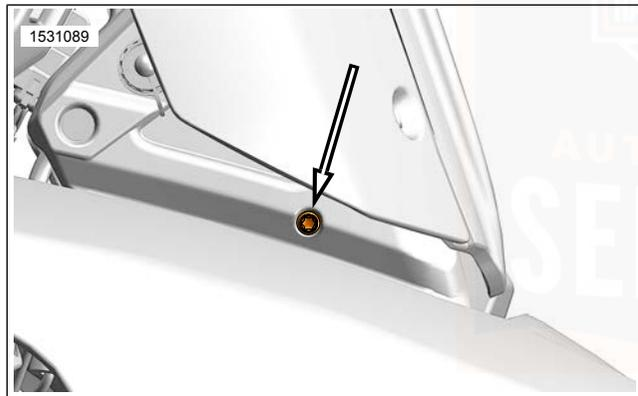

Abbildung 84. Schräglagenlichtschraube (Abbildung zeigt rechte Seite)
1. Siehe Abbildung 84. Die Schrauben der Schräglagenleuchte lösen.
3. Siehe Abbildung 84. Die Schrauben anziehen.